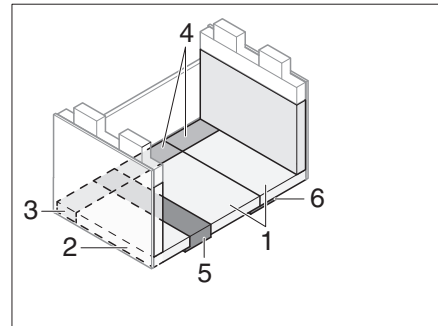

Bild 211 Efter ombyggnaden
- Lägg sits-, ryggstöds- och extradynorna som visas på Bild 211.
- ▷ För att uppnå en högre liggkomfort kan mellanlägget tas bort från ryggdynan (Bild 211,2).